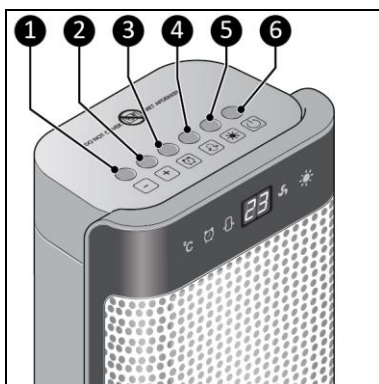

Figura 10
2. Apăsați butonul PORNIT/OPRIT (Figura 10, poz. 6) sau pe cel de pe telecomandă. Dispozitivul pornește în modul de ventilație. Afișajul arată temperatura ambiantă. Lumina pentru ventilație se aprinde.
1. Setati temperatura dorita cu ajutorul butoanelor Plus și Minus de pe unitate (Figura 10, poz. 1, 2) sau de pe telecomandă (max. 35 °C). Pe ecran se afișează temperatura setată pentru câteva secunde. După aceea, ecranul va afișa temperatura ambiantă.
1. Folosiți butonul de încălzire de pe dispozitiv (Figura 10, poz. 5) sau de pe telecomandă și derulați prin:
2. Apăsati butonul temporizatorului de pe dispozitiv (Figura 10, poz. 3) sau de pe telecomandă: